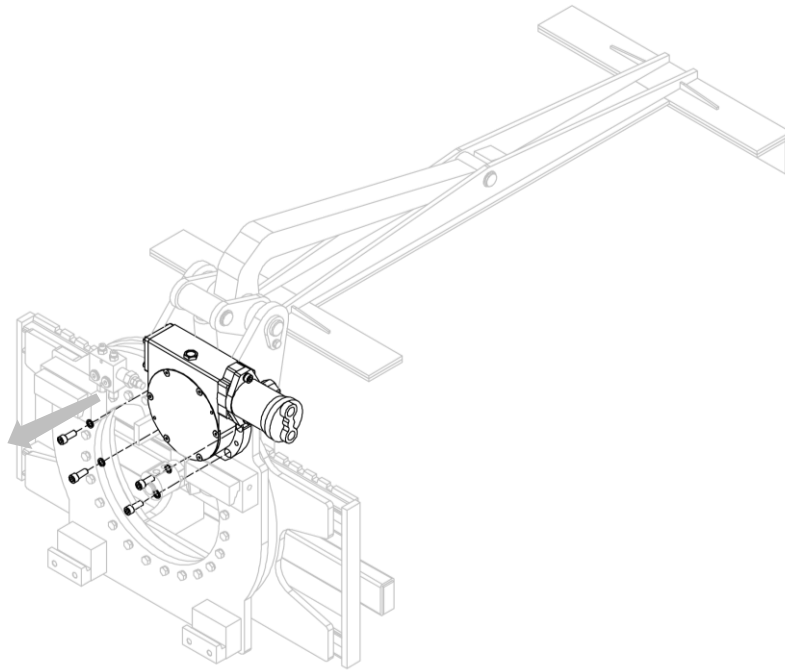

Figura 23
3. Rimuovere la coppia riduttore-motore dalla struttura dell'attrezzatura, dopo aver rimosso le relative viti (vedi *Figura 23*).